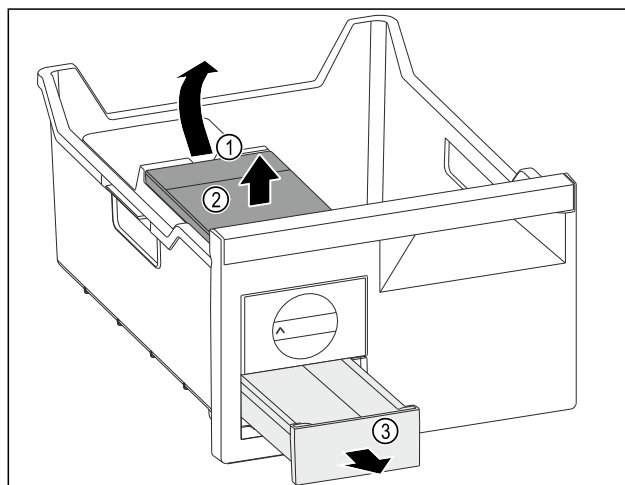

Fig. 120
- Estrarre il serbatoio dell'acqua: Sollevare il serbatoio dell'acqua nel vano Fig. 120 (1).
- Estrarre il serbatoio dell'acqua Fig. 120 (2) verso l'alto.
- Estrarre il cassetto del ghiaccio Fig. 120 (3) in avanti.